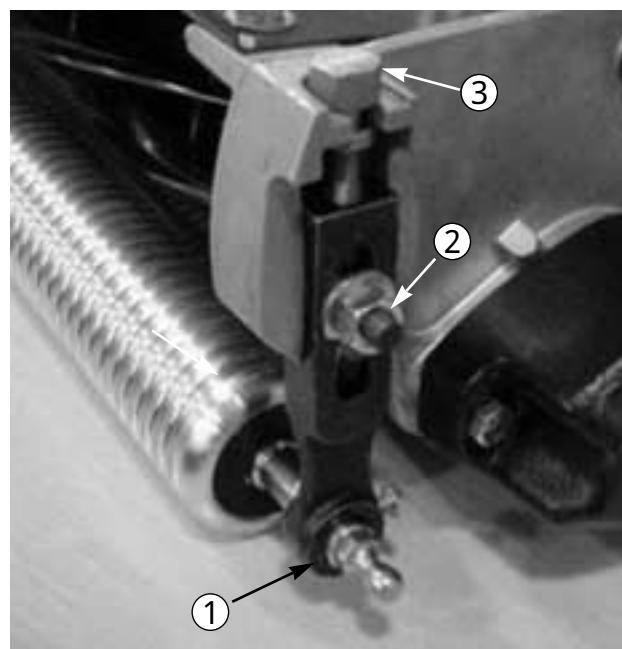

図13
1. 刈高アームをサイドプレートに固定しているロックナット（図13）をゆるめる。